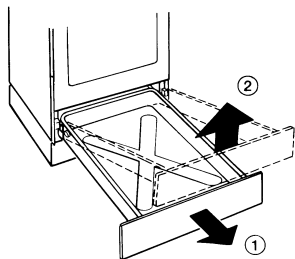

fig. 14: Opberglade verwijderen
- Trek de opberglade tot aan de aanslag uit het fornuis in de richting 1 (zie fig. 14).